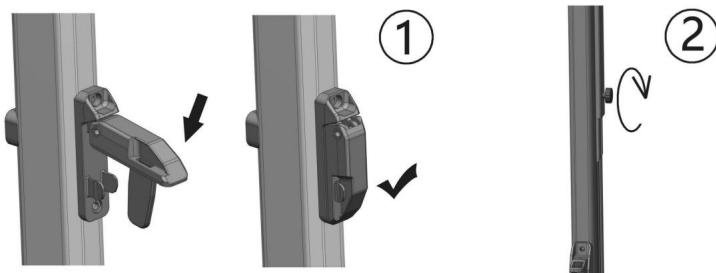

Abbildung D18
4.2.7 Drücken Sie die Verfahrsperrre in der Mitte des Tragarms nach unten und ziehen Sie die Schraube der Innenstange fest. Die Markise ist geschlossen. (Bild D18)